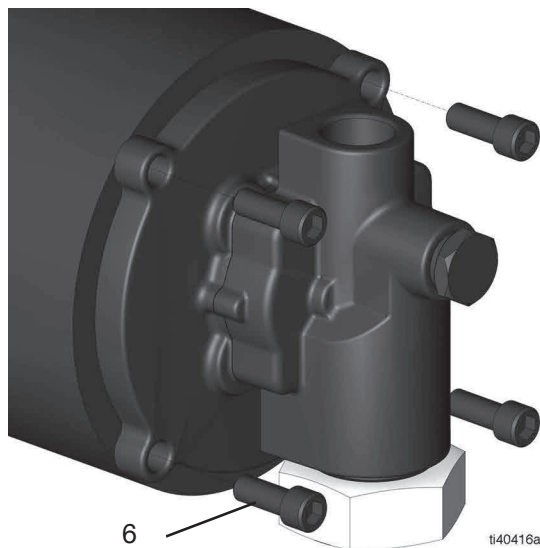

図 3
5. 4 つの六角ネジ (6) を 5/16 インチ (8 mm) 六角レンチを使用して、取り外します (図 3)。
3. 4つの六角ネジ (6) を 5/16 インチ (8 mm) 六角レンチ (トルク 20 ft-lbs, 27.1 N•m) を使用して、配置し締め付けます (図 3)。